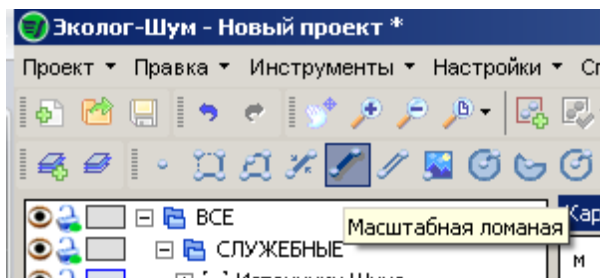
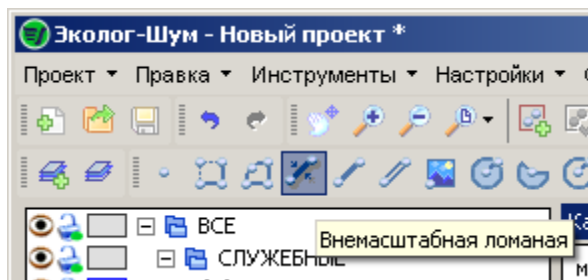
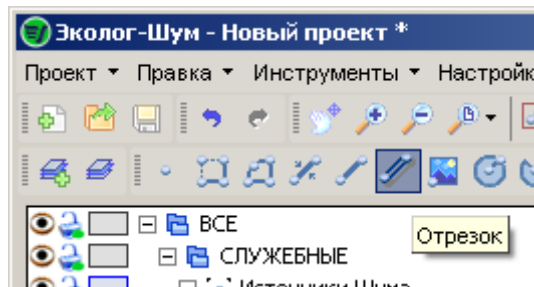

Рисунок 24. Занесение масштабной ломаной линии
Рисунок 25. Занесение внемасштабной ломаной линии
Рисунок 26. Занесение отрезка
Выбрав нужный слой и нажав на кнопку ломаных линий – масштабной  (Рисунок 24) и внемасштабной  (Рисунок 25) или добавления отрезка  (Рисунок 26) или, наведите курсор мыши на карту. Переместите курсор в ту точку карты, где должен располагаться конец отрезка. Нажмите на левую кнопку мыши (1). Переместите курсор мыши в ту точку, где должен находиться второй конец отрезка или где должна быть точка излома (если объект представляет собой ломаную), снова нажмите на левую кнопку мыши (2). Аналогичным образом введите все точки излома и последний конец последнего отрезка ломаной (3 и т.д.). Нажмите на правую кнопку мыши и из появившегося меню выберите команду «Закончить построение» (Рисунок 27). При необходимости повторите эти действия для создания еще одного объекта.